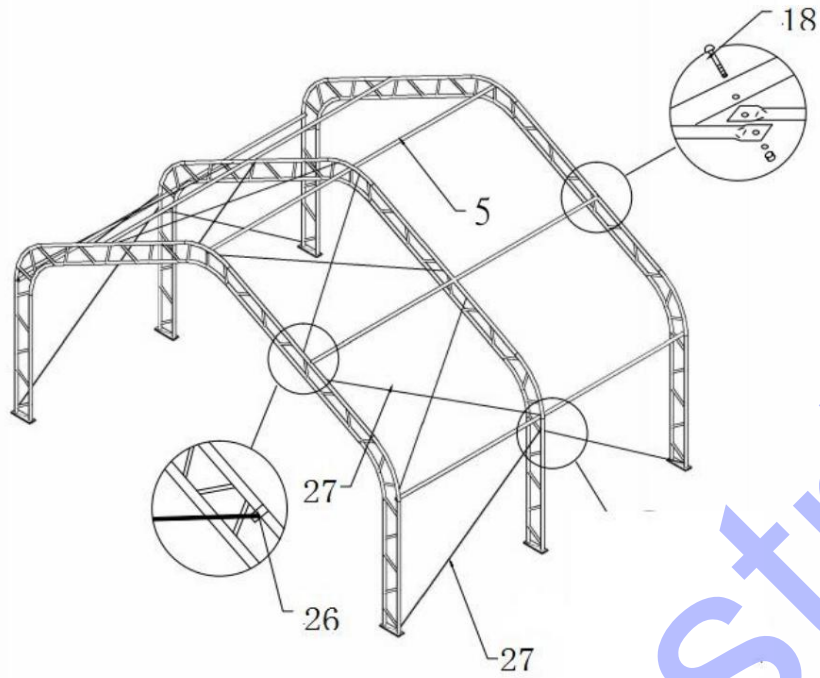

Figure 6
3. Connectez la panne (n° 5) à l'arche en utilisant le boulon 8*80 mm (n° 18) à tour de rôle (voir la figure 6), puis connectez l'acier fil (n° 27) sur le dessus et le côté en utilisant le clip (n° 26) (voir figure 6).